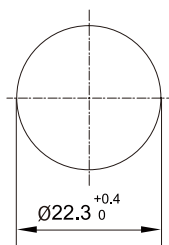

图 2
- 若开孔图开为图 2，则需按照图 3 方法去除定位块。（不推荐）